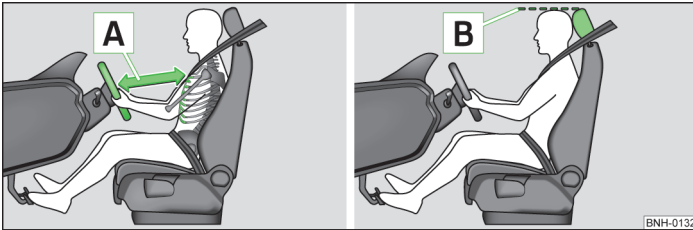

Abb. 113 Der richtige Abstand des Fahrers zum Lenkrad / richtig eingestellte Kopfstütze
- Das Lenkrad so einstellen, dass der Abstand zwischen Lenkrad und Brustbein mindestens 25 cm beträgt » Abb. 113.
- Die Kopfstütze so einstellen, dass die Oberkante der Kopfstütze sich möglichst auf einer Höhe mit dem oberen Teil Ihres Kopfes befindet1) **B** » Abb. 113 auf Seite 130.
- Die Kopfstütze so einstellen, dass die Oberkante der Kopfstütze sich möglichst auf einer Höhe mit dem oberen Teil des Kopfes befindet **B** » Abb. 113 auf Seite 130 » Seite 130.